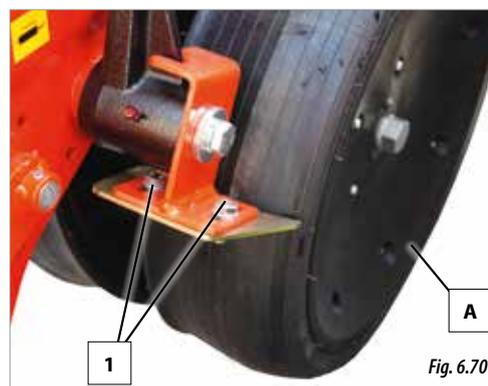

Fig. 6.70
- Ruote di controllo di profondità (A, Fig. 6.70).
I raschiatori delle ruote di profondità si regolano usando le viti (1, Fig. 6.70). Regolare i raschiatori a una distanza di 3-4 mm dalla ruota.